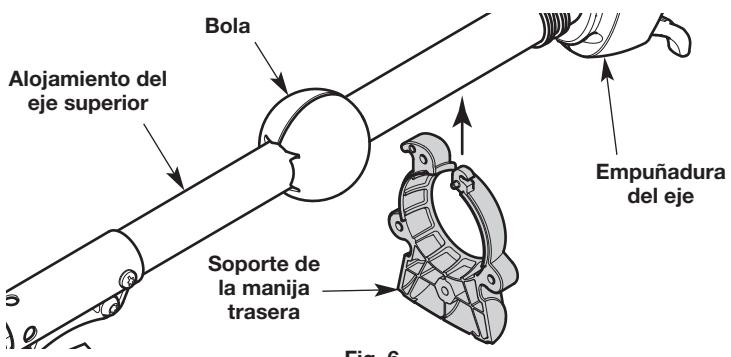

Fig. 6
- Con cuidado empuje la ménsula de la manija trasera sobre el alojamiento del eje superior (Fig. 6). Verifique que el soporte de la manija trasera quede entre la bola y la empuñadura del eje (Fig. 6).